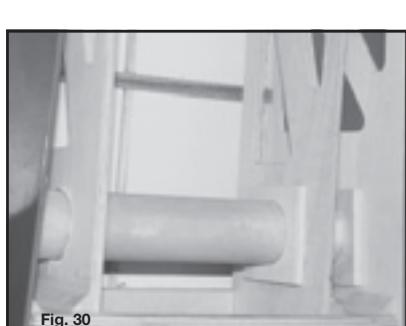

Fig. 30
Glue the supports and the epoxy tube in the fuselage (Fig. 30).
**Verlijm de verdubbelingsplaatjes en de epoxy doorvoerbuis in de romp (Fig. 30).**
**Collez les renforts et le tube époxy au fuselage (Fig.30).**
**Kleben Sie jetzt die Streben und das Epoxyrohr in den Rumpf (Fig.30).**